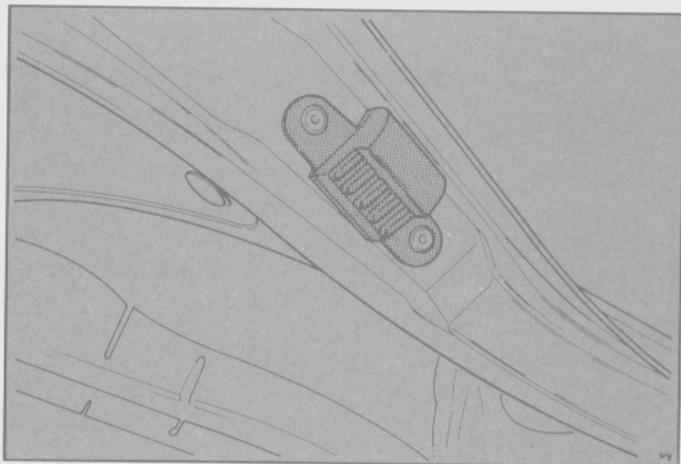

Fig. 320
- Perforar los dos remaches tubulares de los topes del portón y retirarlos. (Fig. 320).